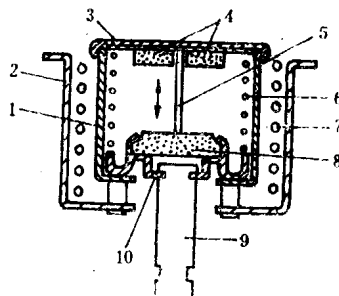
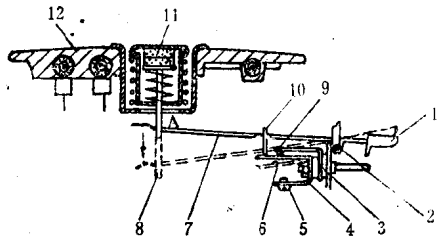

图1-4 磁钢限温器的结构
图1-5 开关及限温控制结构图
**磁钢限温器** 磁钢限温器的结构如图1-4所示，主要由永久磁体（锶钡铁氧体）、感温软磁、内外压簧、行程杆等组成。
常温状态，内压簧的拉力小于永久磁体与感温软磁的吸引力，触点闭合。当电饭锅通电加热，锅内温度升高，由于磁钢限温器感温软磁与铝内锅锅底接触，当温度升到感温软磁的居里温度时，感温软磁失磁，两磁钢吸引力减小，此时，永久磁体在重力和压簧力作用下跌落，永久磁体带动行程杆动作，使开关触点立即断开而切断电源如图1-5（虚线）所示。
4. 按键开关在使用过程中，是较容易损坏的零件，更换开关后，拨杆的位置不正，通常以偏下为多见，使磁体盘与感温软磁（见图1-4）结合不稳固造成故障。将电饭锅倒置，拆开底盖，用尖嘴钳夹住拨杆根部（见图1-5的A点）略提起一些，使磁体盘与感温软磁结合稳固，煮生饭故障便自然排除。